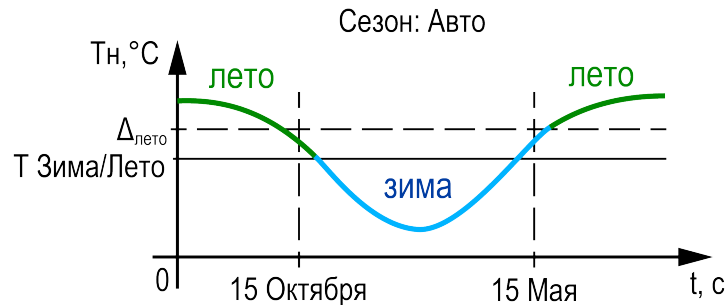

Рисунок 10.5 – Определение сезона
- параметр **Переход: Авто** — к условию перехода между режимами в ручном режиме добавляется условие автоматического перехода (см. рисунок 10.5). Условие перехода в **Лето**: среднесуточная температура наружного воздуха стала выше значения установленного в параметре **Уставка лето** на 3 градуса (не редактируемая величина) и текущая
дата находится в диапазоне между датой включения режима **Лето (Вкл)** и датой выключения (**Выкл**). Условие перехода в **Зиму**: среднесуточная температура наружного воздуха стала ниже значения установленного в параметре **Уставка лето** и текущая дата находится в диапазоне между датой выключения режима **Лето (Выкл)** и датой включения (**Вкл**). На рисунок 10.5 в качестве примера изображается 15 октября (дата перехода из Лета в Зиму) и 15 мая (дата перехода из Зимы в Лето).